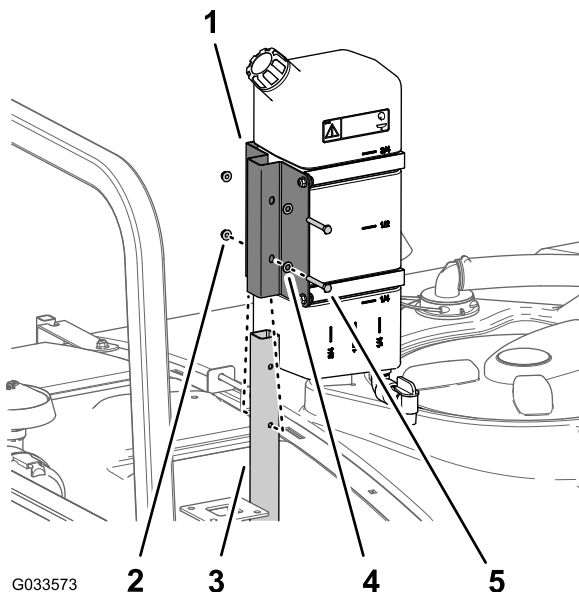

Figura 47
1. Asamblai rezervorul de apă dulce i suportul pe tubul de susinere cu cele 2 uruburi (5/16 x 2 1/4") i cele 2 contrapiuliie cu guler (5/16") aa cum este indicat în Figura 47.